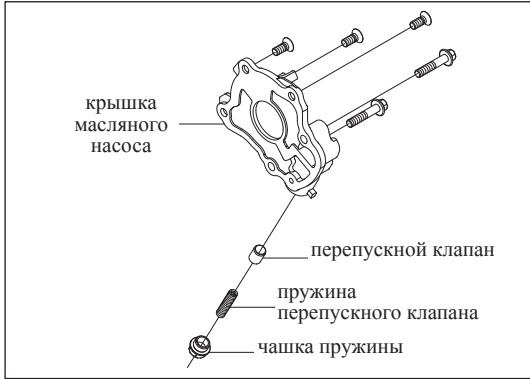

Рис. 11-4-9. Установка перепускного клапана
- (1) Установка переднего уплотнения коленчатого вала.
- (2) Установка перепускного клапана
- a) Установить клапан с пружиной в гнездо, как изображено на рис. 11-4-9.